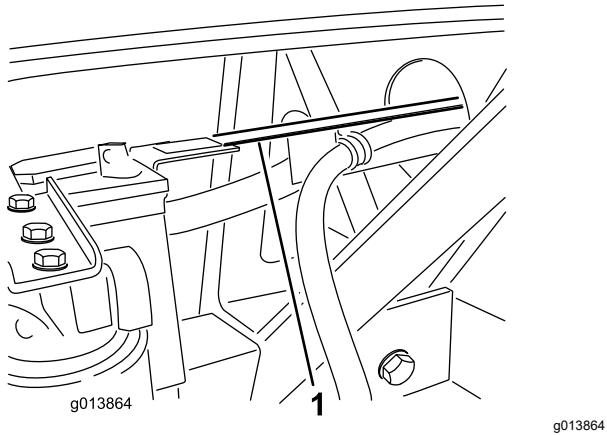

Bild 10
5. Die Schlauchführung sollte über der Lasche von der vertikalen Stütze des Batteriefachs sitzen (Bild 10). Wenn die Löcher in der Schlauchführung nicht mit den Löchern in der Batteriefachlasche übereinstimmen, können Sie die Länge der Schlauchführung
6. Befestigen Sie die Schlauchführung mit zwei Schrauben ($\frac{1}{4}$ " x $\frac{3}{4}$ ") und Sicherungsbundmuttern an der Nase des Batteriefachs (Bild 10).